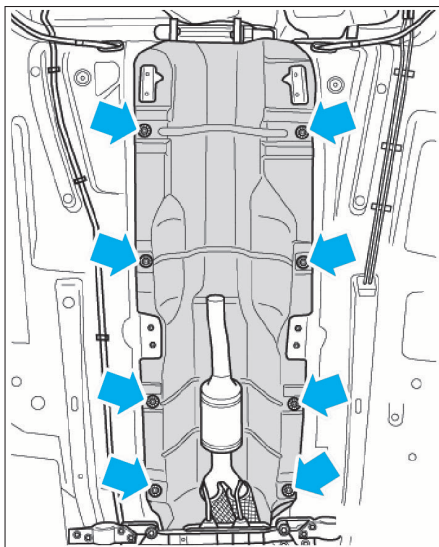

FIG. 11
- Déposer la tôle calorifique d'échappement conjointement avec le boîtier de levier de vitesses et ses câbles (Fig.11).